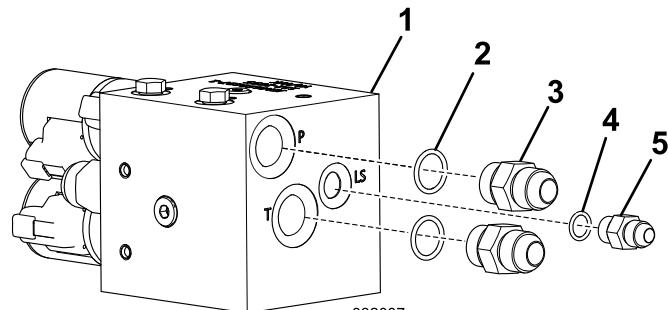

図1
3. 図1に示すように、ソレノイドバルブに小さいストレートフィッティング1個と大きいストレートフィッティング2個を取り付ける。